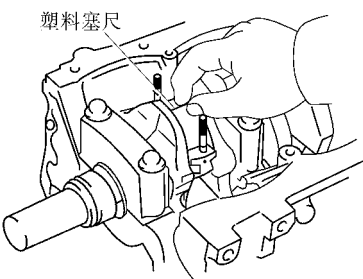

图 1-104 将一片塑料塞尺模放在曲轴销上
7) 将一片塑料塞尺模放在曲柄销上，如图 1-104 所示。